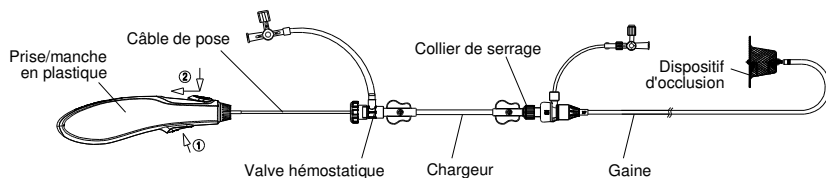

Figure 7. Illustration de la libération du dispositif d'occlusion
- Maintenir la gaine pour toucher l'embase du dispositif d'occlusion puis rétracter doucement le câble jusqu'à ce qu'il se sépare du dispositif d'occlusion. Finalement, retirer le câble de pose et la gaine du corps du patient. (Cf. Figure 7)